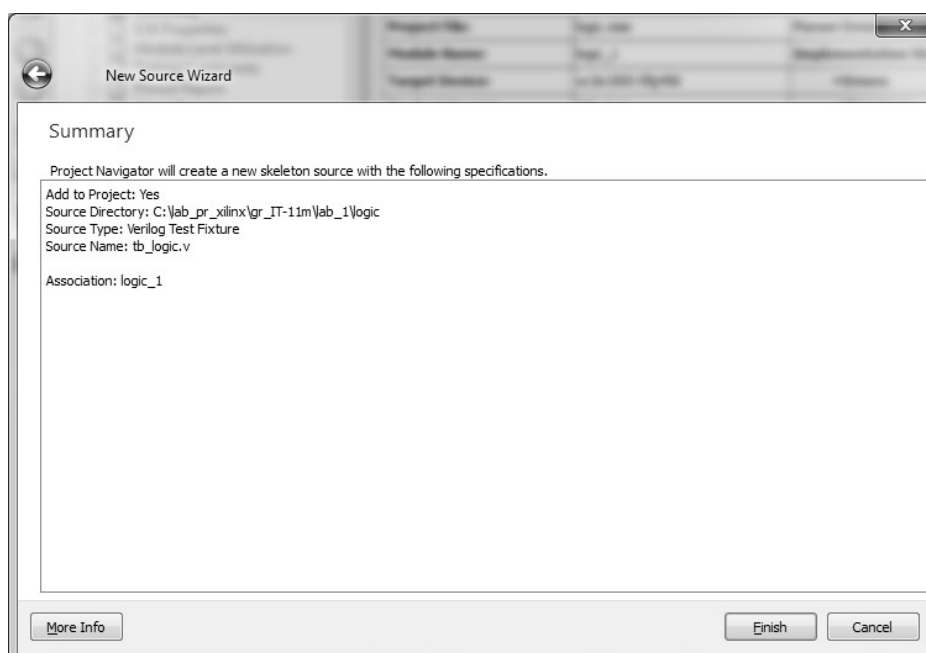

Рисунок 38 – Отчёт о выполненных действиях по созданию Test Bench
7) В окне резюме проверить соответствие файла с исходным описанием устройства и привязанного к нему набора тестовых воздействий (Рисунок 38).
- 9) В созданном Verilog Test Fixture модуле содержится код для тестирования разрабатываемого устройства (Рисунок 38)